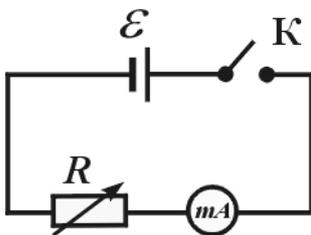

Рис. 3.19
Однако условия измерения можно выбрать так, что необходимость в определении внутреннего сопротивления r отпадает. Рассмотрим схему, представленную на рис. 3.19. Источник тока, ключ K , миллиамперметр mA и магазин сопротивлений R соединены последовательно. Величина тока в цепи зависит от сопротивления магазина. Пусть при сопротивлении магазина R_1 ток равен I_1 , а при сопротивлении R_2 — I_2 . На основании второго правила Кирхгофа можно записать:
1. Соберите электрическую цепь согласно рис. 3.19.
2. При двух разных значениях сопротивлений R_1 и R_2 магазина R запишите значения токов I_1 и I_2 и по формуле (4) вычислите ЭДС.